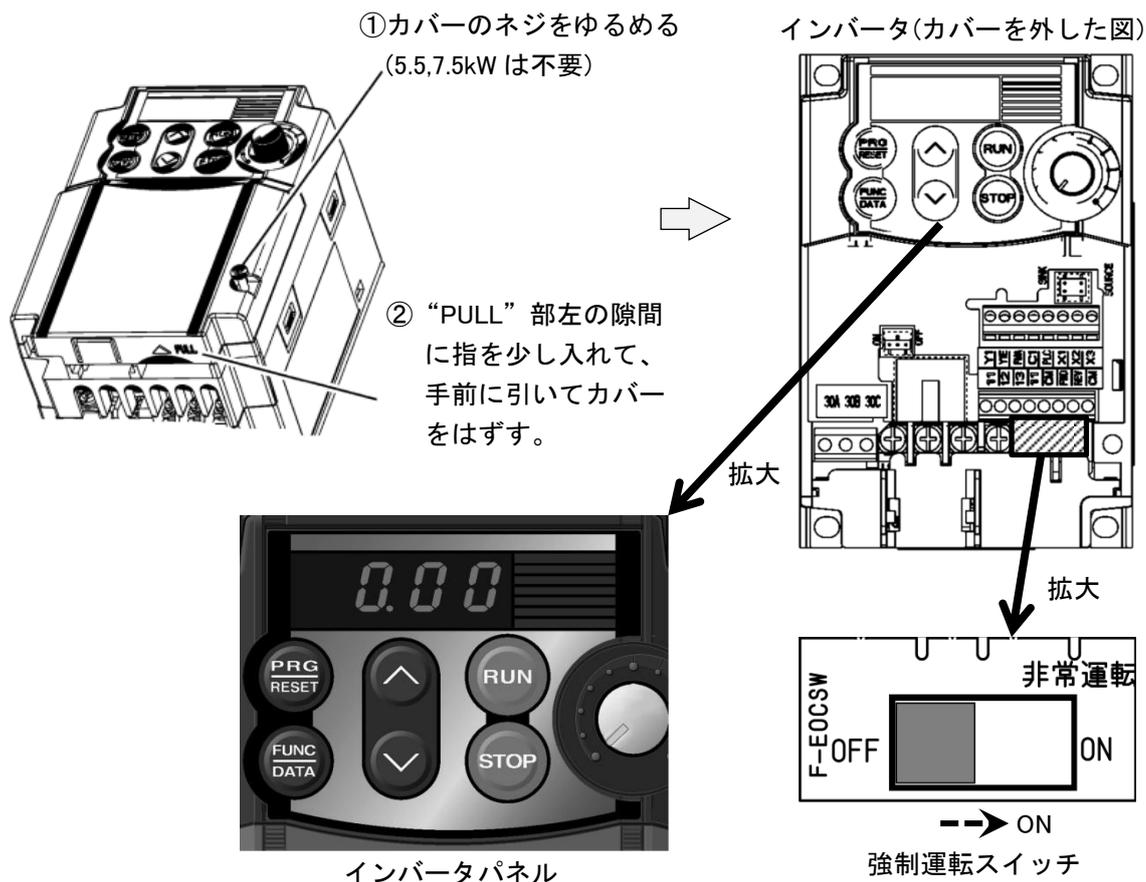

図 26 非常時手動バックアップ運転方法
- (1) 制御基板（メイン基板）の故障などにより、表示操作部からの運転が、不能になった場合、強制運転スイッチを ON にすると、インバータ単独でポンプを手動で運転し、一時的に断水を回避することができます。
- (2) 本運転は非常用です。表示操作部からポンプの運転が可能な場合は、必ず強制運転スイッチを、OFF にしてください。自動運転ができずに、断水に繋がります。
- (3) 図 26 を参照して、下記手順で操作してください。
- ①インバータのカバーを外して、強制運転スイッチを ON にしてください。これにより、制御基板（メイン基板）とインバータ間の通信を遮断します。
- ②インバータパネルの RUN ボタンを押し、Λ ボタンを押して、ポンプの運転周波数を上げます。ポンプが運転することを、確認してください。
- ③Λ ボタン・V ボタンを押して任意の吐出し圧力になるように、ポンプの運転周波数を調整してください。
- ④自動停止や、圧力制御は行いません。運転中はポンプが締切運転にならないように、吐出し圧力を監視し、ユニットから離れないでください。
- ⑤ポンプを停止する場合は、STOP ボタンを押してください。
- (4) 強制運転スイッチは、1号と2号インバータについています。
- (5) 強制運転スイッチを ON にした場合、表示操作部から様々な警報が発報しますが、手動バックアップ運転には関係ありません。
- (6) 通常運転に戻す場合は、ポンプを停止後に、強制運転スイッチを OFF にしてください。